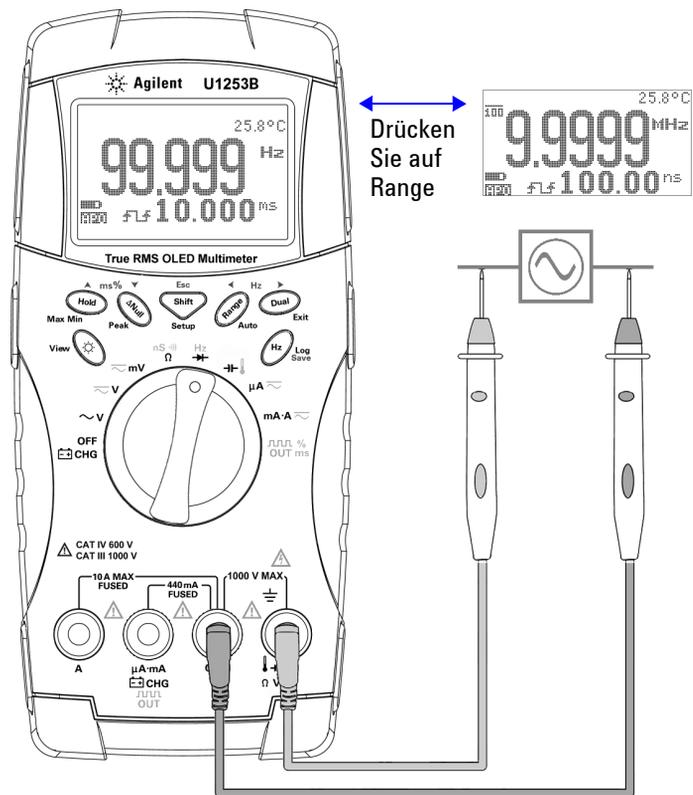

Abbildung 2-6 Messungsfrequenz
- 3 Verbinden Sie die roten und schwarzen Testleitungen entsprechend mit den Eingangsanschlüssen **V (rot)** und **COM (schwarz)** (Siehe Abbildung 2-6 auf Seite 39).